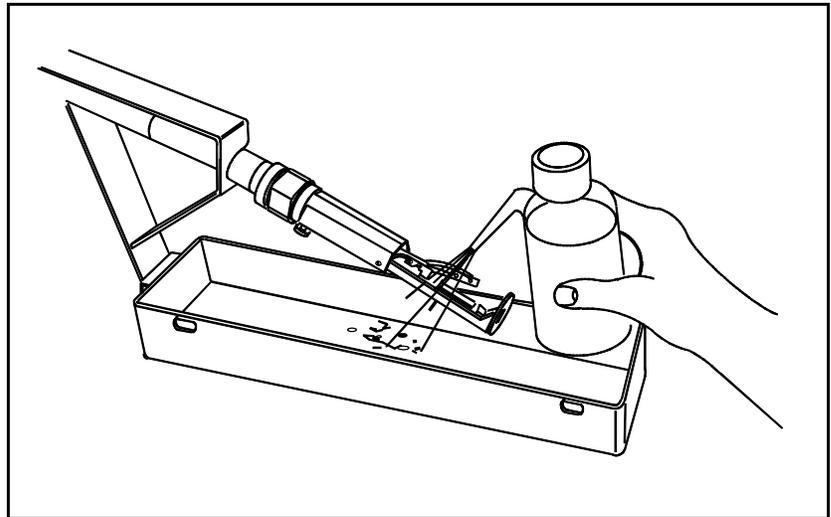

Figure 6-8. Nettoyage de la tête d'impression
7. Vérifiez que la tête d'impression est dirigée dans le bac de nettoyage mis à la terre. Nettoyez les salissures à l'aide du liquide de nettoyage ou du solvant agréé VIDEOJET (voir Figure 6-8).